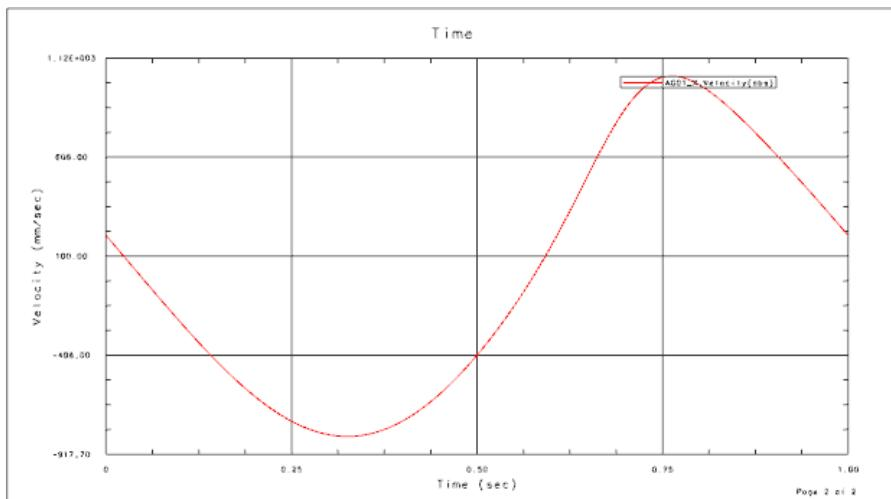

图 8.2.5 速度-时间曲线
(2) 在“图表”对话框的**运动模型**区域选择标记**A001**，在**请求**下拉列表中选项**速度**选项，在**分量**下拉列表中选择**X**选项，单击**Y 轴定义**区域中的**+**按钮。
(3) 选中“图表”对话框中的  保存 复选框，然后单击  按钮，选择 D:\ug85.16\work\ch08.02.02\dis\_asm\dis\_asm.afu 为保存路径。
(4) 单击 **确定** 按钮, 系统进入函数显示环境并显示连杆 3 的上表面中心点处关参考坐标系 X 方向的速度曲线, 如图 8.2.5 所示。